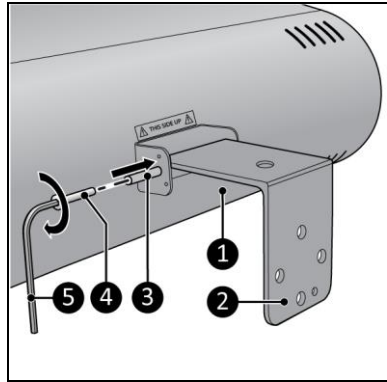

Abbildung 5
1. Legen Sie den Hauptkörper (Abbildung 5, Pos. 1) mit dem Hinweisaufkleber „THIS SIDE UP“ auf eine stabile Oberfläche, wie in der Abbildung gezeigt.
2. Platzieren Sie die Aufhängelasche (Abbildung 5, Pos. 2) zwischen der Gerätehalterung.
4. Schrauben Sie die große Schraube (Abbildung 5, Pos. 4) und die Mutter (Abbildung 5, Pos. 3) mit einem Innensechskantschlüssel (Abbildung 5, Pos. 5) fest.